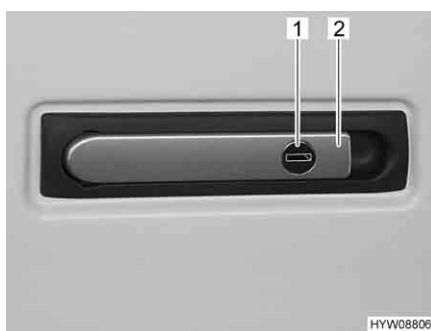

Fig. 24 Chiusura vano portabombole
- Inserire la chiave nel cilindro della serratura (Fig. 24,1) e ruotare in senso orario. La chiusura del vano portabombole è sbloccata.
- Tirare la maniglia (Fig. 24,2) e ruotarla verso il basso.